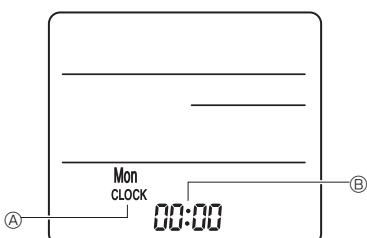

Fig. 6-8
3) Configuración (Ajuste del reloj) (Fig. 6-8)
- ① Inserte las baterías o pulse el Ⓛ CLOCK botón con algún objeto punzante. [CLOCK] (RELOJ) Ⓑ y [:] Ⓒ parpadearán.
② Pulse el botón Ⓛ RESET Ⓛ con algún objeto punzante.
③ Pulse el botón Ⓛ para configurar la hora.